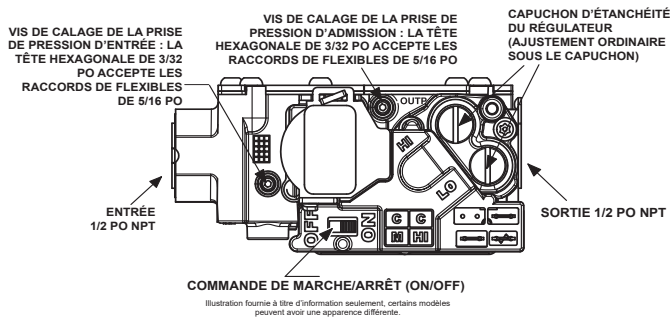

Fig. 63 – Soupape de gaz avec orifices de pression
1. Réglez la pression d'admission de façon à obtenir une puissance minimale d'utilisation. Consultez la Fig. 63.
- h. Retirez le capuchon de réglage du régulateur de pression de la soupape de gaz de chaleur basse et tournez la vis de calage de la chaleur basse (tournevis à bout plat 3/16 ou plus petit) dans le sens antihoraire (vers l'extérieur) pour diminuer le débit d'admission, ou dans le sens horaire (vers l'intérieur) pour l'augmenter. Consultez la Fig. 63.
2. Réglez la pression d'admission de façon à obtenir une puissance maximale d'utilisation. Consultez la Fig. 63.
- b. Retirez le capuchon de réglage du régulateur de pression de la soupape de gaz de chaleur élevée et tournez la vis de calage de la chaleur élevée (tournevis à bout plat 3/16 ou plus petit) dans le sens antihoraire (vers l'extérieur) pour diminuer le débit d'admission, ou dans le sens horaire (vers l'intérieur) pour l'augmenter. Consultez la Fig. 63.